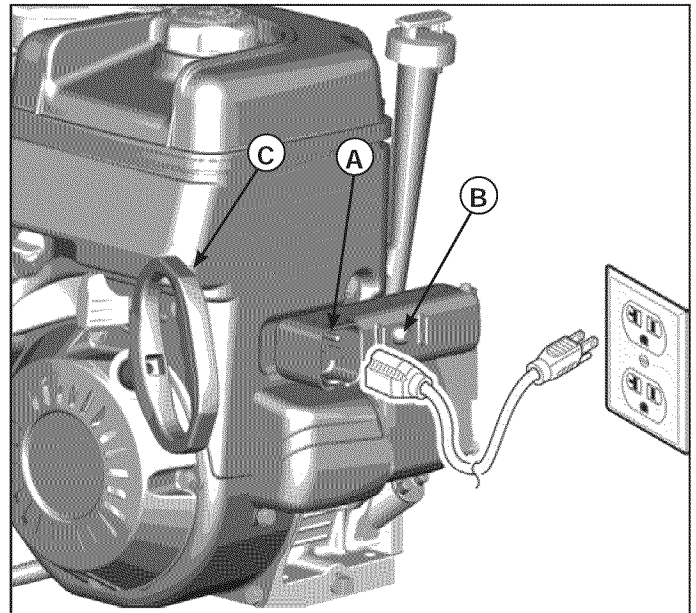

Figura 20. Arranque del motor - Eléctrico
9. **Arranque eléctrico:** Primero conecte el cable prolongador al receptáculo del cable (A, Figura 20) y después en una toma de pared. Si se necesita un cable prolongador adicional, asegúrese de que es de 3 alambres.